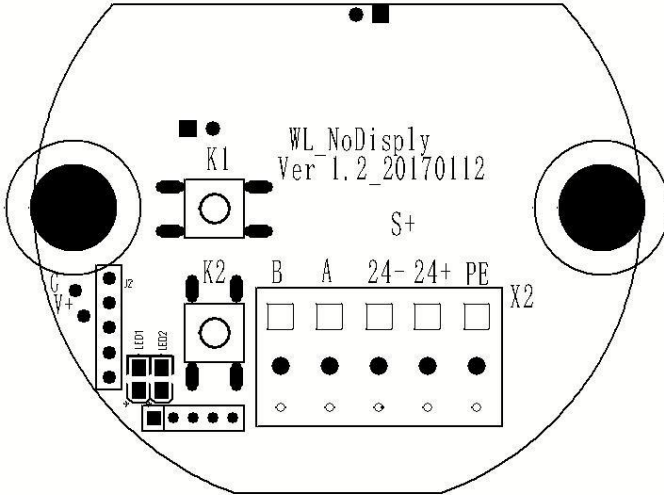

图 17 内部接线图示意图
- (2) 内部接线示意图（见图 17）。
- (3) 满度流量微调示意图（见图 17。）。